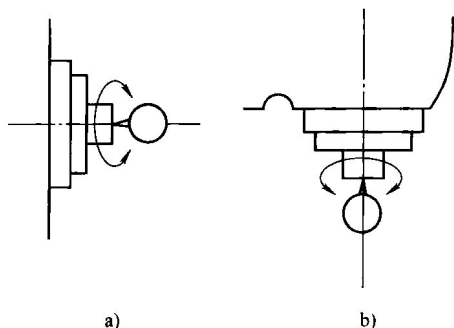

图 1-2 检验主轴的轴向窜动
(1) 检验方法 固定指示表，使测头触及插入主轴锥孔的专用检验棒的端面中心处，在中心处粘上一钢球，旋转主轴检验。将指示表读数的最大差值作为主轴轴向窜动误差，如图 1-2 所示。